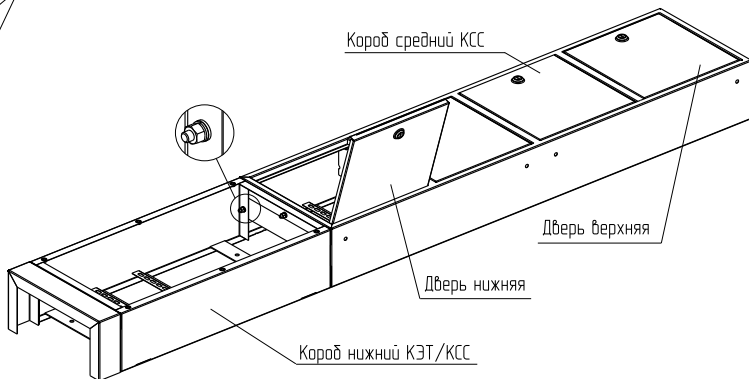

Рисунок 18
4.4.5 Соединить Короб нижний КЭТ/КСС (2.1) и Короб средний КСС (2.2) с помощью трех болтов М6×16 (2.4), шайб 6.019 (2.6), шайб 6.65Г (2.7) и гаек М6 (2.5) (рисунок 18). Болтовое соединение согласно приложению А.